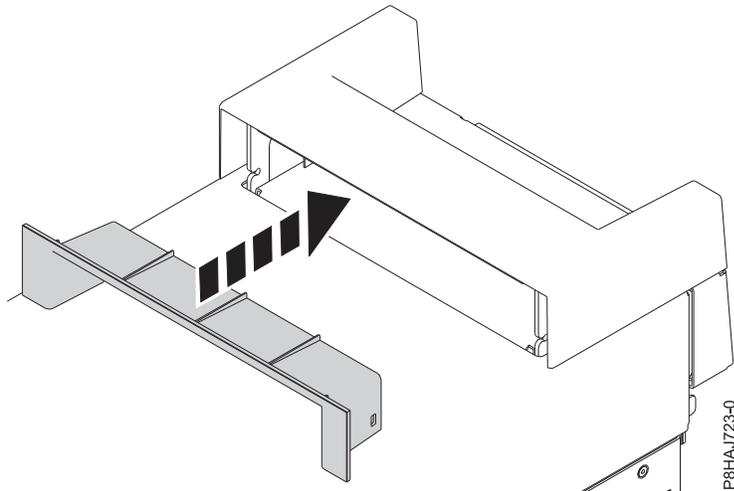

Abbildung 20. Einsetzen des Elements innerhalb der Griffabdeckung bei einem Standalone-System vom Typ 8286-41A
2. Setzen Sie das Element innerhalb der Griffabdeckung ein, indem Sie es fest in die Griffabdeckung drücken (siehe Abb. 20 auf Seite 43).